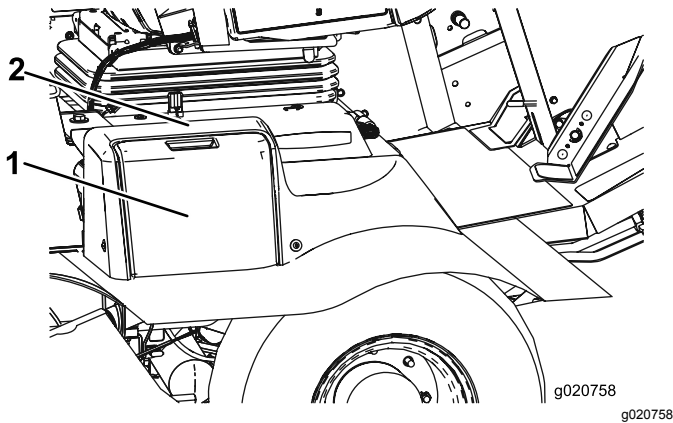

Figura 85
1. Abra la tapa de la batería, situada en el lado de la cubierta (Figura 85).
Nota: Presione hacia abajo sobre la superficie plana situada encima de la tapa de la batería para facilitar la apertura de la tapa (Figura 85).